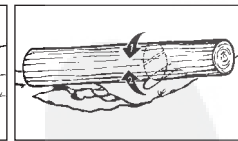

Fig. 13C
3. Stam is aan weerszijden ondersteund: zaag eerst van bovenaf 1/3 van de diameter door om splinters te voorkomen. Zaag vervolgens van onderaf tot aan de eerste snede. Zo verwijdt u dat de zaag klem komt te zitten (Fig. 13C).